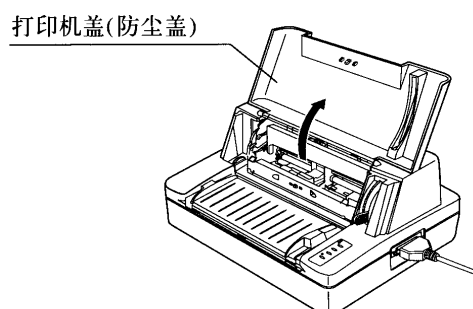

图 2-7 打开打印机盖子
2. 将打印机盖的下方边缘向上掀开，即打开打印机盖子，如图 2-7 所示。